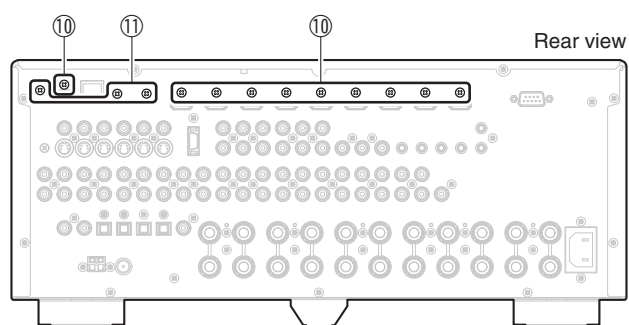

Fig. 3
- Remove 10 screws (⑩) and 3 screws (⑪). (Fig. 3)
- ⑩ ネジ 10 本、⑪ のネジ 3 本を外します。(Fig. 3)